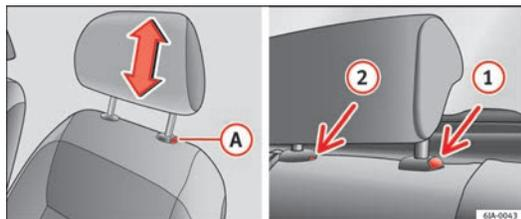

Fig. 73 Poggiatesta: regolazione/smontaggio del poggiatesta
- Per abbassare il poggiatesta, mantenere premuto con una mano il tasto **(A)** ⇒ fig. 73 e con l'altra mano spingere verso il basso.
- Premere la sicura **(A)** ⇒ fig. 73 ed estrarre il poggiatesta.
- Premere la sicura **(1)** ⇒ fig. 73 e contemporaneamente spingere con un cacciavite piatto da 5 mm max di larghezza la sicura nel foro **(2)** ed estrarre il poggiatesta.